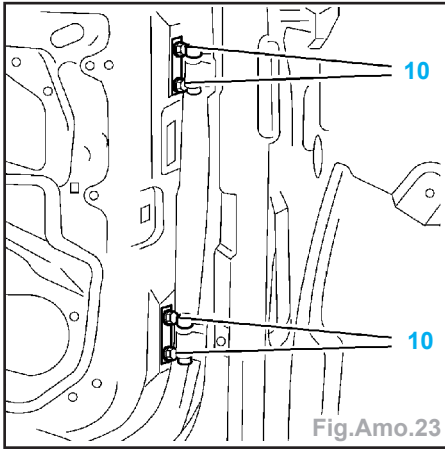

Fig.Amo.23
- Serrer sans bloquer les vis (10) (Fig. Amo.23).
- Serrer, sans bloquer, les vis (10) charnières sur la porte.